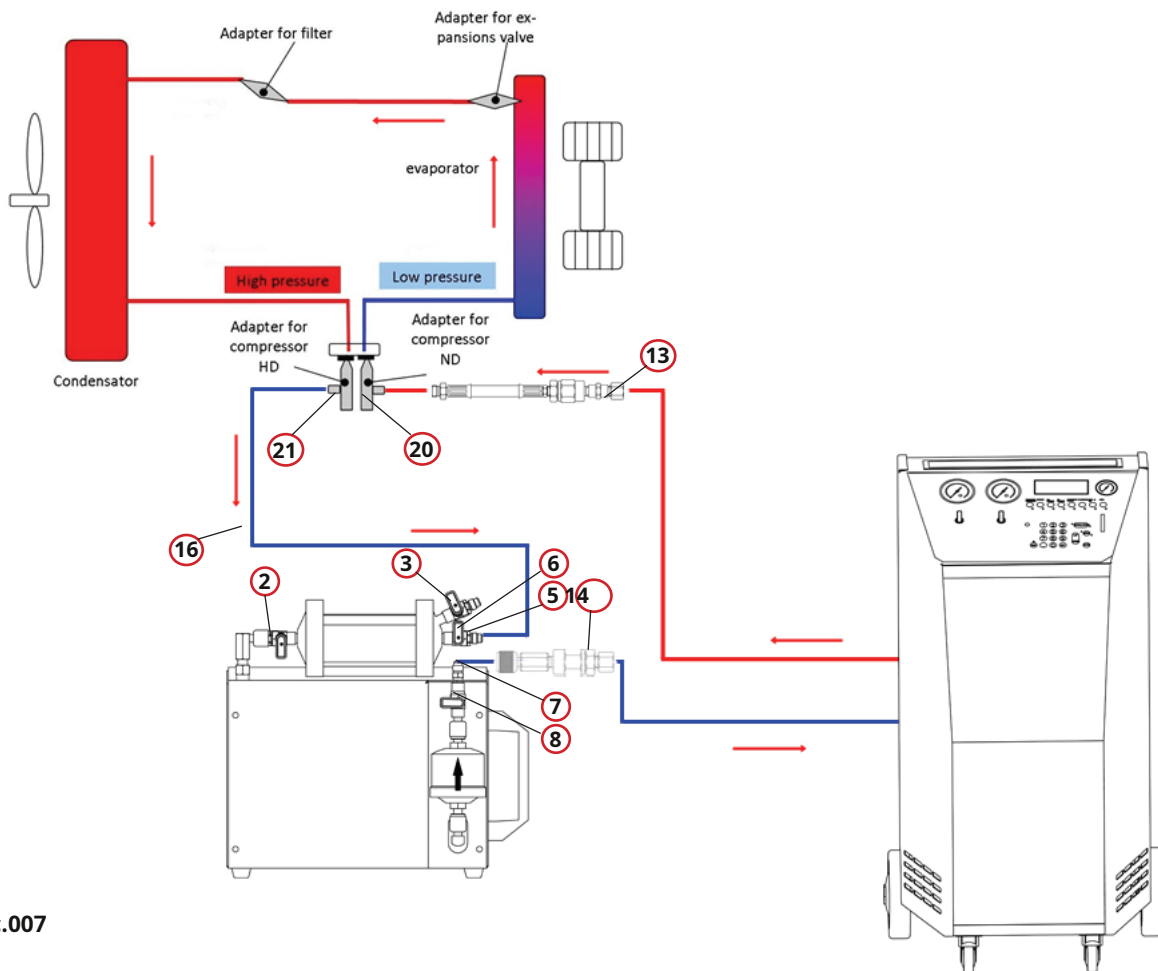

Рис.007
3. Подготовленный красный сервисный шланг (высокого давления) блока обслуживания кондиционера к адаптеру, предусмотренному производителем компрессора системы кондиционирования воздуха, сторона низкого давления 20 подключиться. См. Рис.007